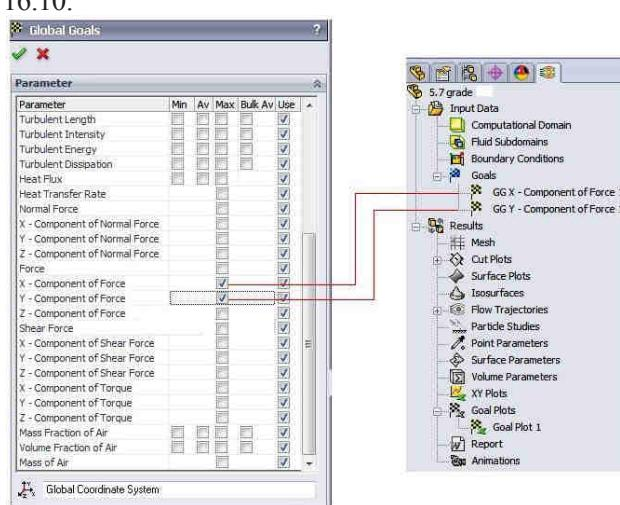

Fig. 16.10
- Click **OK**. Noile criterii: **GG X - Component of Force 1** și **GG Y - Component of Force 1** vor apărea în arborele analizei de curgere, fig. 16.10.
- Click **OK**. The new **GG X - Component of Force 1** and **GG Y - Component of Force 1** items appears in the Flow Simulation Analysis tree, fig. 16.10.